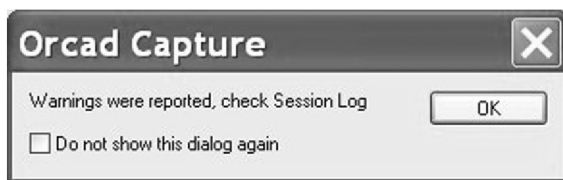

图 8.6 警告信息
2. 通过菜单选择 **PSpice > Run** 或者单击运行按钮  对电路进行仿真分析，将会看到如图 8.6 所示的警告信息对话框，该对话框要求仿真人员对状态记录进行检查。